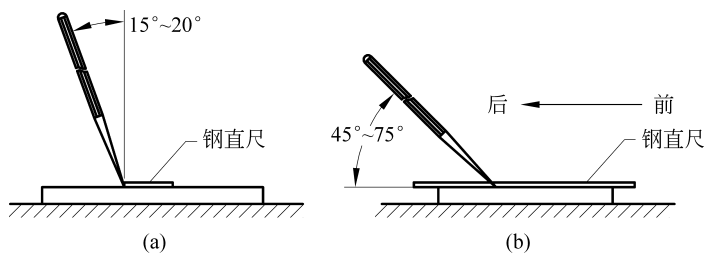

图 3-5 划针操作要点
(2) 划针的握法。划针的握法与握铅笔基本相同。
(3) 划针的操作要点。在与钢直尺或直角尺等导向工具配合划线时,划针尖要紧靠导向工具的边缘,划针上端要向外侧倾斜 $15^{\circ}\sim 20^{\circ}$,如图3-5(a)所示,同时向后倾斜 $45^{\circ}\sim 75^{\circ}$,如图3-5(b)所示,并自前向后地刻划线条;每段线条要尽量一次刻划完成,要达到线条清晰、位置准确。